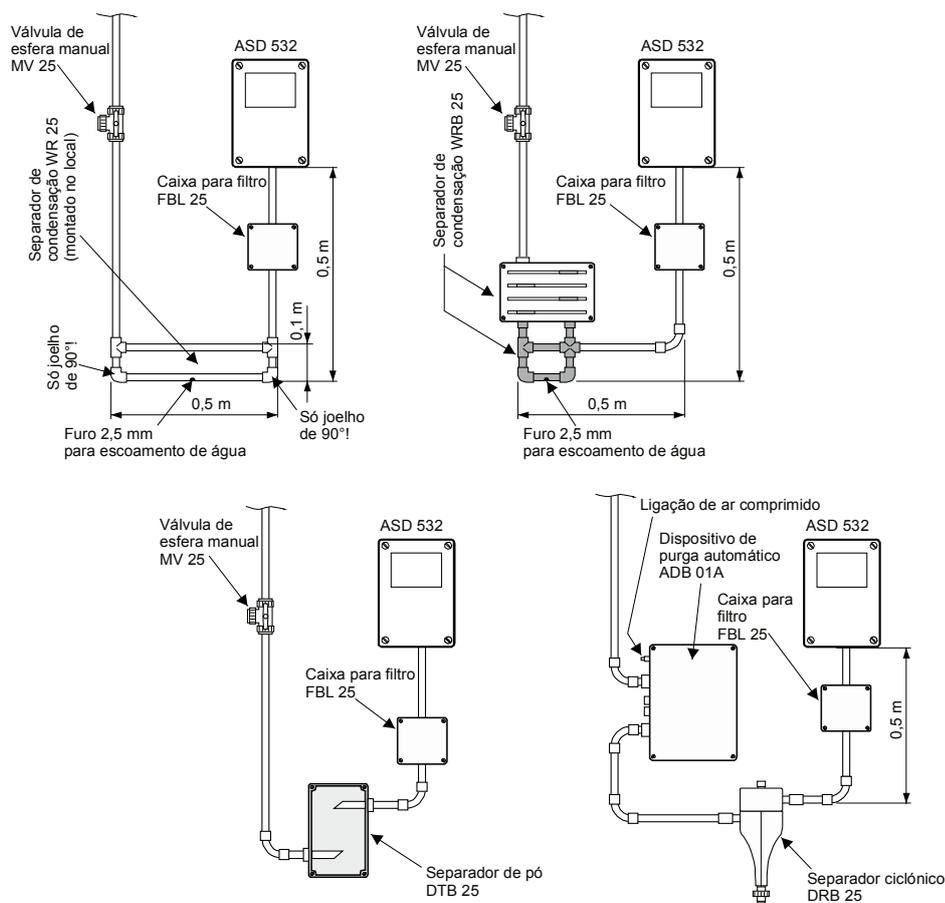

Fig. 29 Montagem dos acessórios
- Os locais de montagem do separador de condensação, separador de pó e separador ciclônico estão ilustrados na Fig. 29.